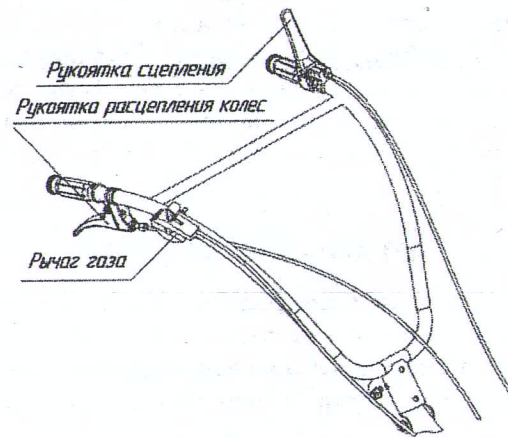
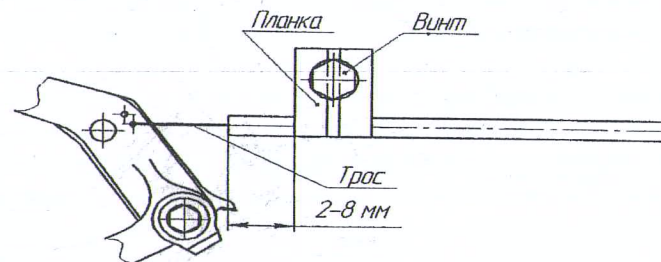

Рис.3. Схема установки органов управления на руль мотоблока.
Рис.5. Схемы крепления троса газа.
Рукоятка расцепления колес (рис.3) – расположена на правой рукоятке руля.
Рукоятка сцепления (рис.3) – расположена на левой рукоятке руля.
Рычаг газа (рис.3) – на правой рукоятке руля.
- 5) Установите рулевую колонку и руль с рычагами управления на место, согласно рис.1, рис.2 и рис.3.
Рычаг газа установите на правую рукоятку руля (рис.3). Закрепите механизм в отверстиях с помощью винта М6, пружинной шайбы и гайки М6. Проверьте плавность работы механизма возвратно-поступательными движениями рычага. Присоедините тросы управления дроссельной заслонкой (троса газа) (рис. 5).